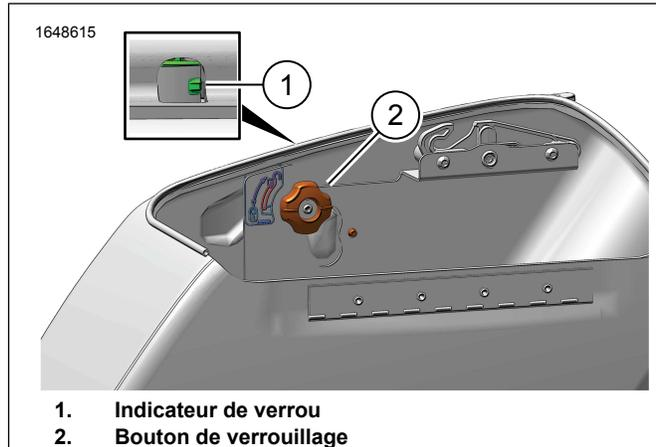

Figure 8. Bouton de verrouillage / indicateur
1. Figure 8 Le bouton de verrouillage de la sacoche (2) doit être réglé en position déverrouillée.
- a. Tirer sur le bouton de verrouillage (2) et le tourner en position déverrouillée.
- b. Figure 8 L'indicateur de verrou est **rouge** lorsqu'en position déverrouillée.
- a. Figure 8 L'indicateur de verrou est **vert** lorsque la sacoche est adéquatement fixée sur le véhicule.
- b. Figure 8 Si l'indicateur de verrou (1) ne se fixe pas automatiquement, tourner le bouton de verrouillage (2) vers la position verrouillée.
2. Figure 8 Tirer sur le bouton de verrouillage (2) et le faire pivoter en position déverrouillée en faisant glisser la sacoche vers l'arrière.